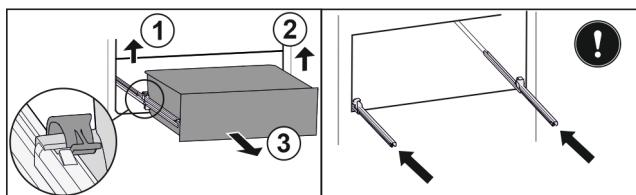

Fig. 153
- Повдигнете лявата скоба и едновременно с това изтеглете напред чекмеджето отляво. Fig. 153 (1)
- Повдигнете дясната скоба и едновременно с това изтеглете напред чекмеджето отдясно. Fig. 153 (2)
- Извадете чекмеджето напред. Fig. 153 (3)